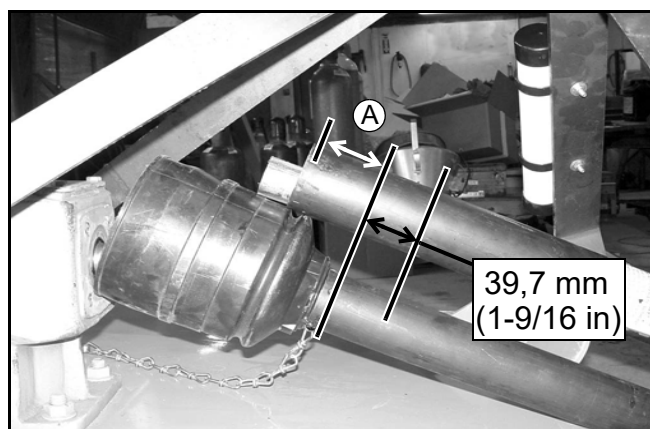

Figura 6. Determine la longitud de la protección
3. Mida desde el extremo del escudo superior hasta la base de la campana en el escudo inferior (A). Añada 39,7 mm (1-9/16 in) a la dimensión (A). Consulte Figura 6.